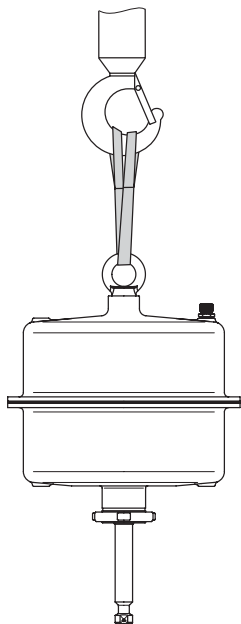

Fig. 4-5: Punto de elevación en el accionamiento
- Utilizar un gancho con pestillo de seguridad en el dispositivo de elevación (ver Fig. 4-5) que impida que las eslingas se deslicen durante el levantamiento y transporte.
2. Fijar una eslinga entre el ojal/anilla rosca o cáncamo giratorio del accionamiento y el dispositivo de elevación (grúa o carretilla elevadora), ver Fig. 4-5.